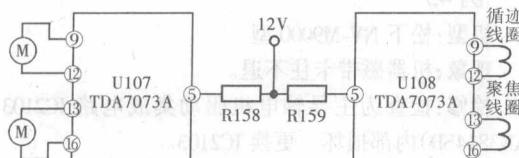

图 1
分析与检修：打开机盖，通电观察，发现碟片不能转动。在正常情况下，该机的初始工作状态应该为：接通电源，激光头上下运动数次聚焦搜索，当聚焦动作完成后输出 FOK 信号，CPU 收到 FOK 信号后，发出指令给主轴驱动电路，驱动电路使主轴电机转动，读出目录，然后停止，等待下一步操作。以上各个环节中，只要有一个环节出现问题，都将引起主轴不转。本着先易后难的原则，检修时首先用万用表 $R \times 1\Omega$ 挡测主轴电机，电机阻值正常并且可以转动，说明电机正常。接着检查驱动电路 U107（如图 1 所示），测量各脚电压，发现⑤脚无 +12V 电压，然后检查 R158（1Ω）发现已开路。因通过该电阻的电流较大，为防止再次损坏，试用阻值相同功率稍大的电阻（ $1\Omega/1W$ ）更换后，故障排除。
后主轴停止转动，显示屏显示“NO DISC”。可能是循迹伺服电路有故障，使激光头无法进入碟片导入区。试用手拨动进给电机齿轮，使其带动激光头离开 STOP 位置直至最外端，通电后激光头能回到 STOP 位置（内圈零轨处），这说明径向进给系统工作正常，故障可能在循迹伺服系统。用万用表电阻挡（ $R \times 1\Omega$ ）直接测量 U108（如图 1 所示）的⑨脚、⑫脚循迹线圈两端电阻不通，测量时激光头物镜也无径向运动，估计循迹线圈损坏，仔细检查发现一引出端的焊点虚焊，重新焊牢后故障排除。